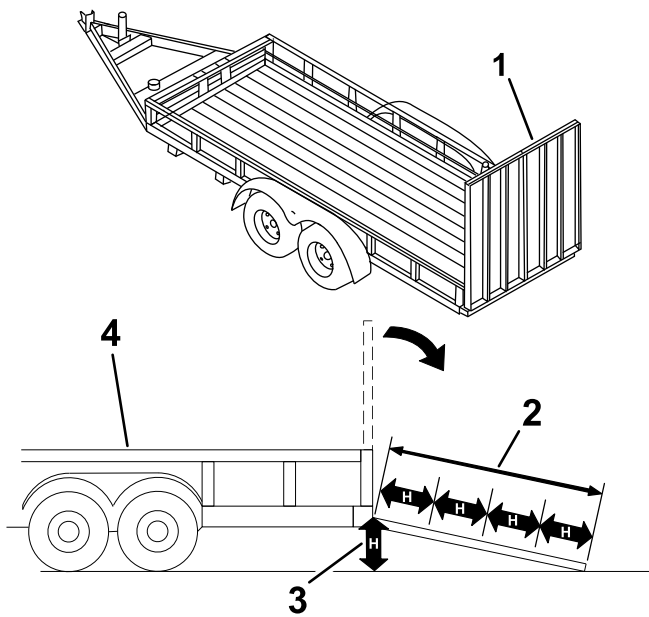

Figura 16
El cargar la máquina en un remolque o un camión aumenta la posibilidad de un vuelco y podría causar lesiones graves o la muerte (Figura 16).
3. Baje la rampa (Figura 16).